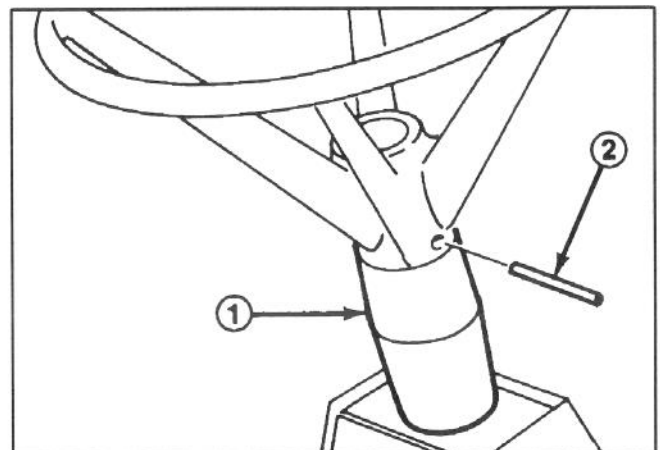

Figure 2
2. Glisser le volant sur l'arbre et aligner le trou du montant du volant avec celui du montant de l'arbre (Fig. 2). L'utilisateur devrait être en mesure de lire le sigle TORO.
4. Enfoncer la goupille jusqu'à ce qu'elle soit alignée avec l'extérieur du volant (Fig. 2).